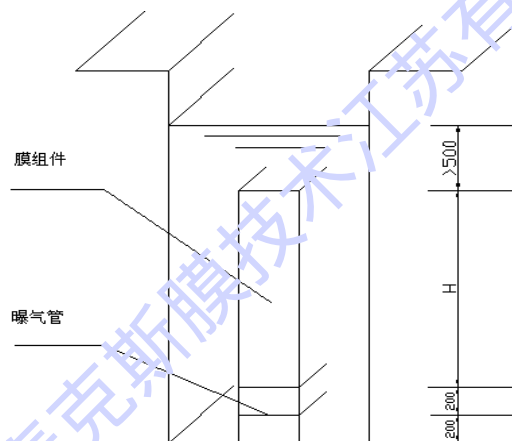

图 4-8 断面布局示意图
(1) 膜组件的上面至水面（最低水位）的距离，最低 500mm。
(2) 曝气管可以置于膜组件间或膜组件底部，曝气管与组件之间的参考距离 100 mm。
(3) 曝气管与曝气池（箱）底面之间的距离 150~250 mm 之间，最低不能小于 150 mm。断面布局如下图 4-8 所示。